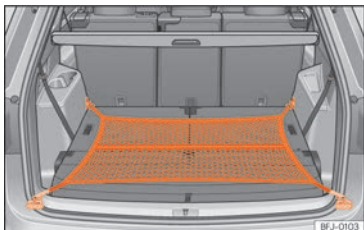

Fig. 124 Dans le coffre à bagages : sac pour filet accroché au niveau du plancher.
- Fixez les crochets du filet aux œillets d'amarrage » fig. 124 » ⚠. La fermeture à glissière du sac doit rester vers le haut.